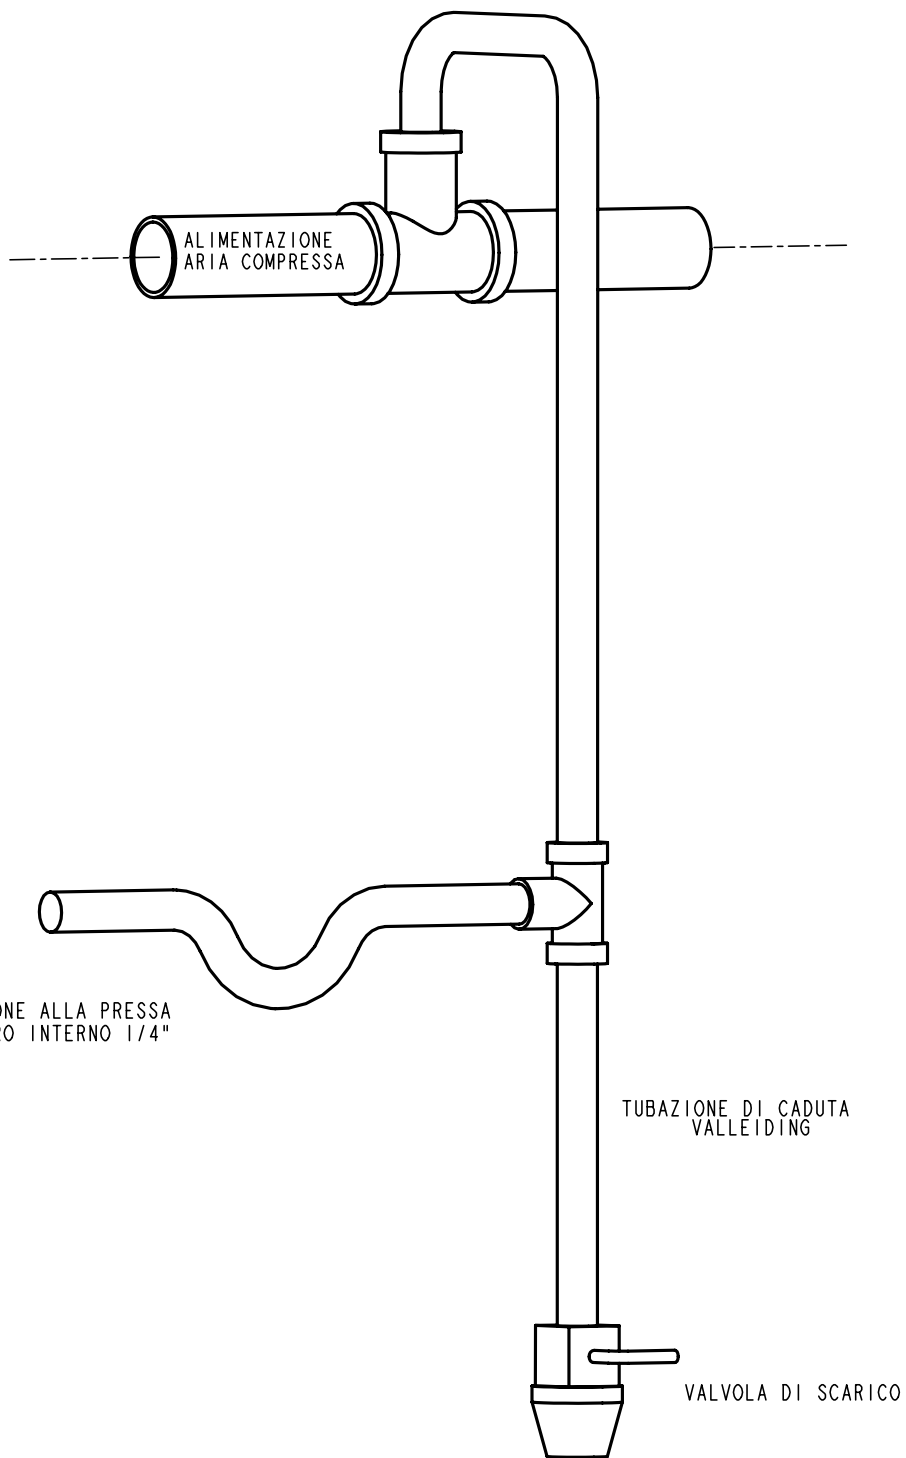

FIGURA 1.0
- **Collegamento del tubo** – fare riferimento alla Figura 1.0 per l'opportuno collegamento del tubo alla pressa.